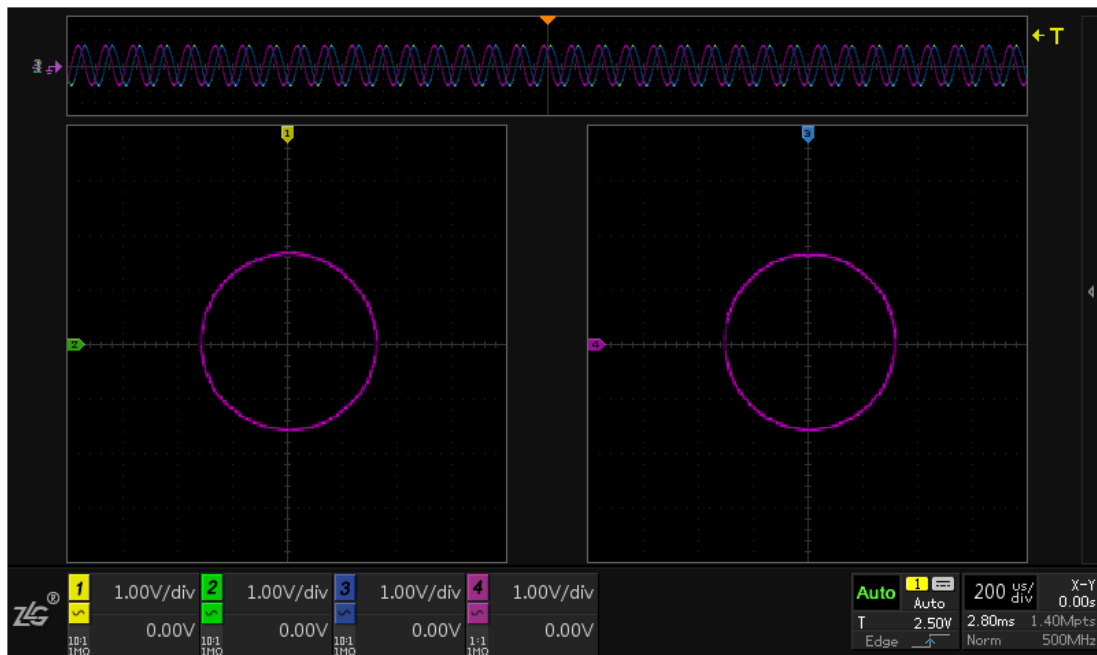

图 9.12 圆
- 当 $\Phi = \pi/2$ 并且 $A = B$ 时，得到 X 和 Y 的关系为 $A^2(\sin\omega t)^2 + A^2(\cos\omega t)^2 = A^2$ ，此时波形即为以 A 为半径的圆，如图 9.12 所示。